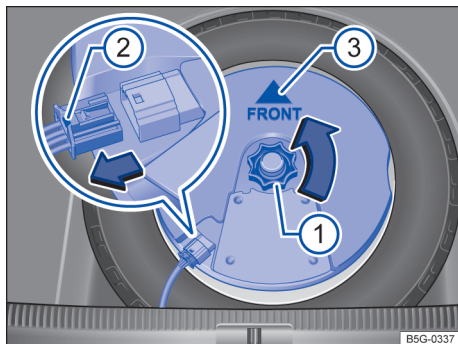

Fig. 151 No compartimento de bagagem: remover o subwoofer (variante 2).
- Desenrosque a roda recartilhada → Fig. 151 ① no sentido da seta.
- Para desbloquear o conector, pressione o travamento que há na extremidade do conector ②.
- Coloque o subwoofer na base do aro com cuidado. Ao fazer isto, a ponta da seta “FRONT” → Fig. 151 ③ que há no subwoofer deverá apontar para frente.
- Acople o conector até que o travamento ② ative de forma audível.
- Rosqueie a roda recartilhada ① no parafuso prisioneiro no sentido contrário ao da seta até que o subwoofer fique bem fixado.